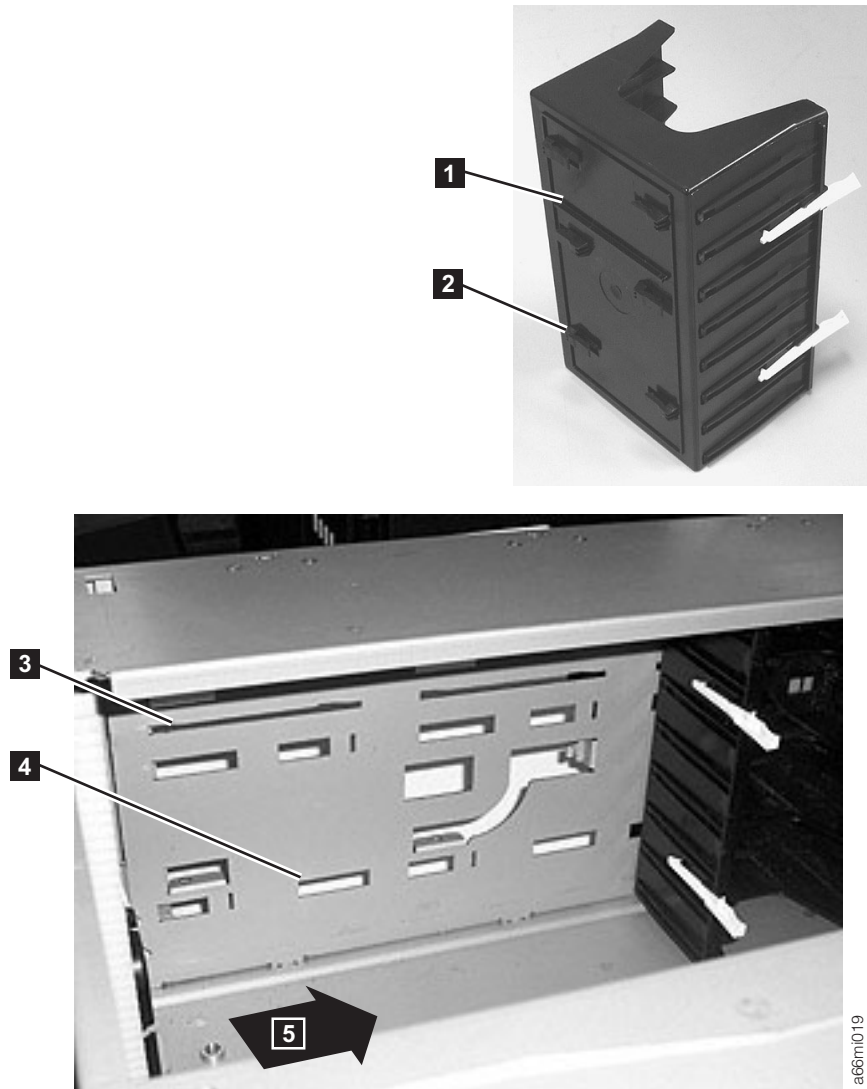

Figura 11-11. Sustitución de una columna de almacenamiento
- a. Pestaña **1** (de la Figura 11-11) en la ranura **3** (de la Figura 11-11)
- b. Pestaña **2** (de la Figura 11-11) en la ranura **4** (de la Figura 11-11)
3. Presione la columna hacia la parte posterior de la biblioteca (**5** de la Figura 11-11) para acoplar las pestañas de bloqueo en la parte posterior de la columna.